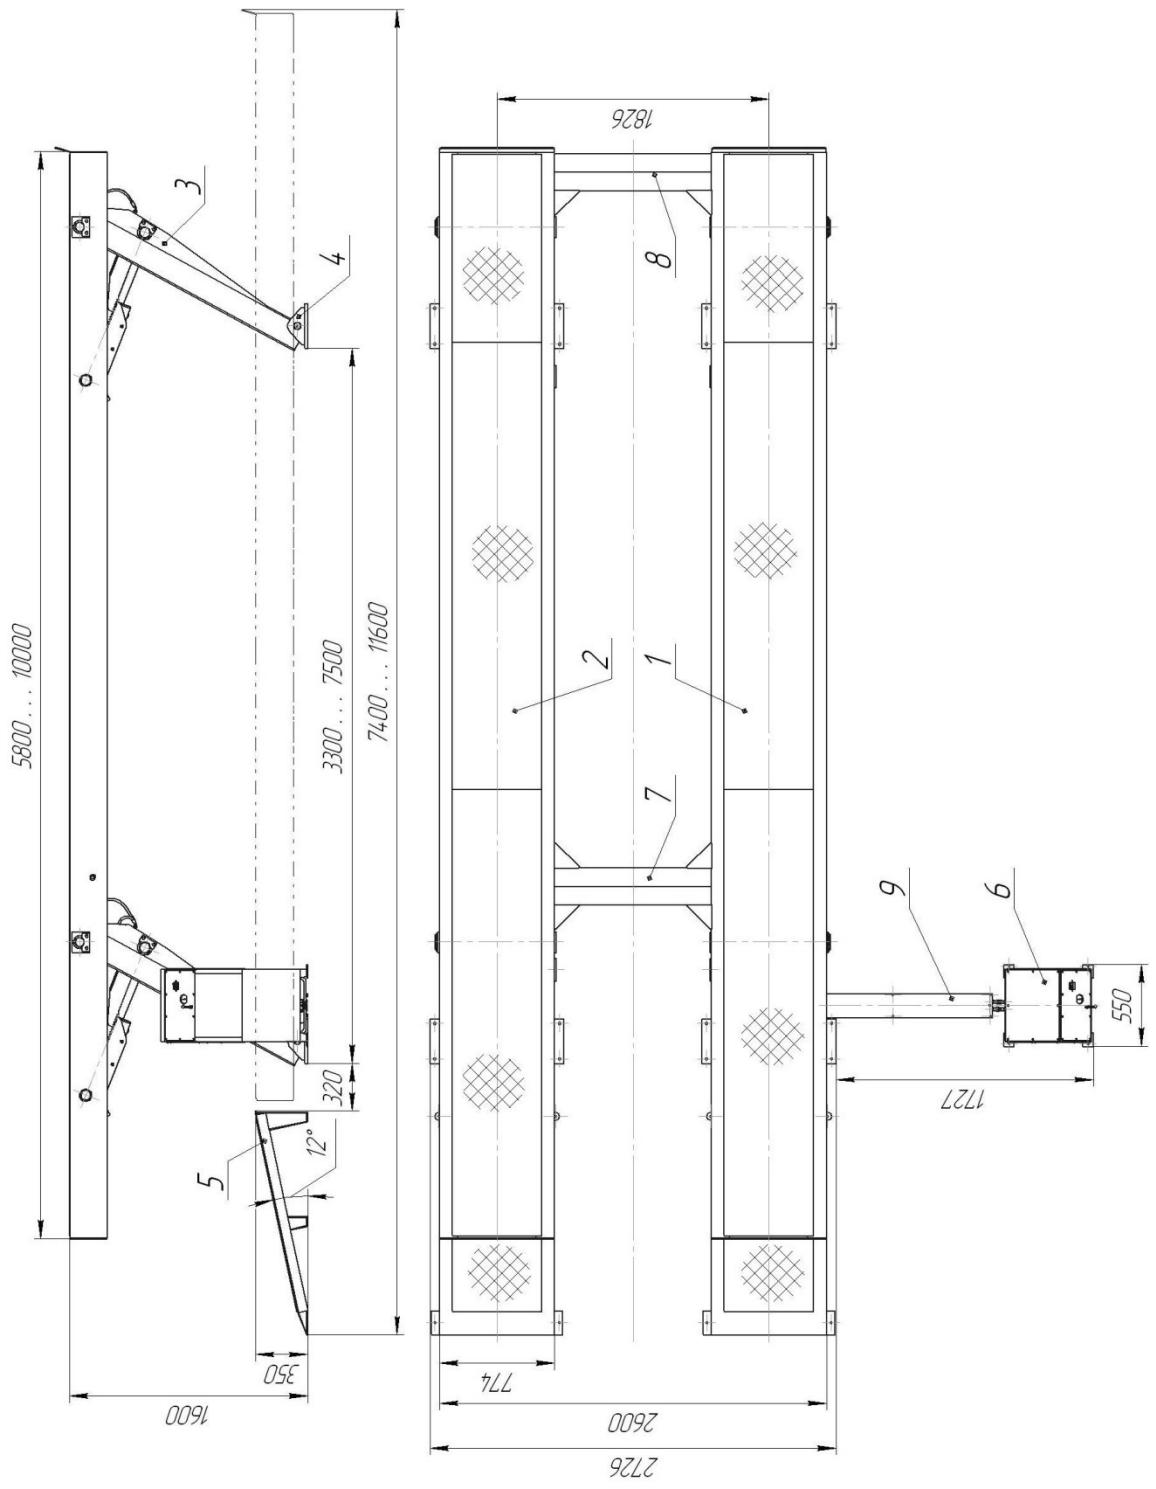

Рис.1 Общий вид платформы подъемной 24Г272М1
Платформа (рис.1) представляет собой стационарный подъёмник, состоящий из основной части в виде шарнирного 4-х звенника с электрогидравлическим приводом.
5.1 Правую и левую половины платформы (поз. 1 и 2, рис.1) установить на временные подставки (подкладки), высота которых обеспечит доступ для монтажа поперечин (поз. 7 и 8).
5.9 Внутри поперечины (поз. 7 рис. 1) смонтировать поперечные трубопроводы и соединить дренажные трубы.
5.12 Присоединить к пульту управления короб с трубами (рис. 1 поз. 9) и закрепить его анкерами-шпильками Hilti HST M8x75/10.
5.18 Установите в проектное положение скаты (рис. 1. поз. 5). Расстояние от верхней кромки ската до края платформы в опущенном состоянии 70 мм. Закрепите скаты анкерами-шпильками Hilti HST M12x115/20.